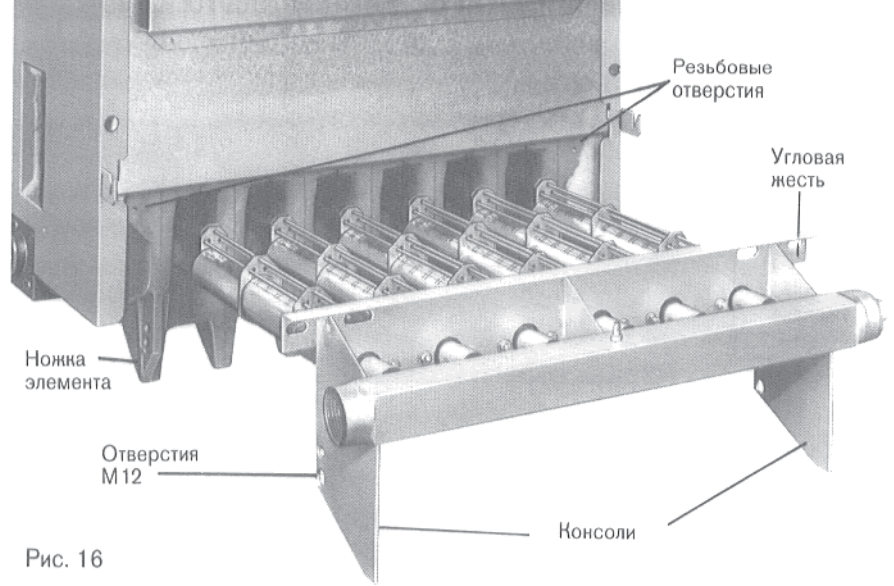

Рис. 16
- Откинуть теплоизоляционную цинковку (G).
- Вытащить зажимную крышку отверстия для очистки (C).
- Произвести демонтаж колосниковой решетки (J). Для этого необходимо ослабить резьбовое соединение (H – подключение газа) и отвинтить колосниковую решетку (J). Демонтаж газовой арматуры не требуется (рис. 16).
- Вставить, с передней стороны, охлаждающие стержни в жесть с отверстиями. Расположение охлаждающих стержней должно соответствовать рис. 16 а.
Рис. 16 а – детальное изображение "А"